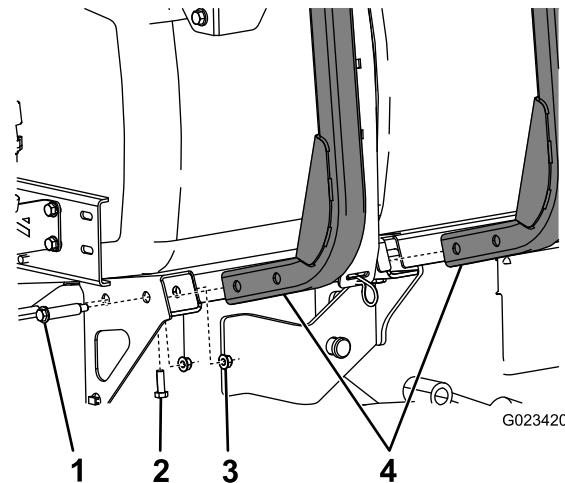

Figura 2
1. Monte as duas estruturas do cilindro da tubagem à parte lateral da máquina utilizando 4 parafusos com olhal e 4 porcas flangeadas (5/16 pol.) como se mostra na Figura 2.
3. Prenda o lado inferior das estruturas do cilindro da tubagem à máquina utilizando 2 parafusos (5/16 pol.) e 2 porcas de bloqueio (Figura 2).